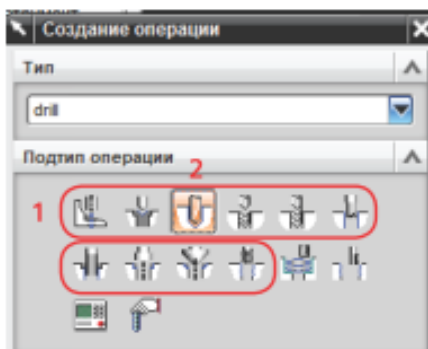

Рисунок 6.1 – Створення операції свердління отворів
1. Операція свердління Drill (1 на рис. 6.1). В операціях отвори вказуються прямо в діалоговому вікні операції або в групі Drill_geom. Для таких операцій характерно найбільш гнучке управління глибиною свердління (інші операції зазвичай задають глибину по моделі).
Операції на рис. 6.1 фактично представляють собою одну і ту ж операцію з різними установками глибини свердління або типом і параметрами циклу. Розглянемо базову операцію свердління (2).